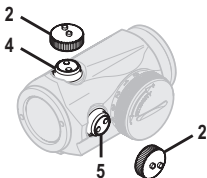

Fig. 2 Retrait des caches
- a Ouvrez les protège-lentilles (3).
- b Tournez le commutateur (8) dans le sens des aiguilles d'une montre jusqu'à ce que le point rouge contraste suffisamment avec la cible.
- c Pour accéder aux vis de réglage en site (4) et en azimut (5), retirez le cache de réglage (2). Voir Fig. 2.
- d Utilisez le cache de réglage (2) ou l'outil (11A) pour faire tourner les vis de réglage. Insérez les boutons du cache de réglage (2) dans les trous des vis de réglage (4) et (5).